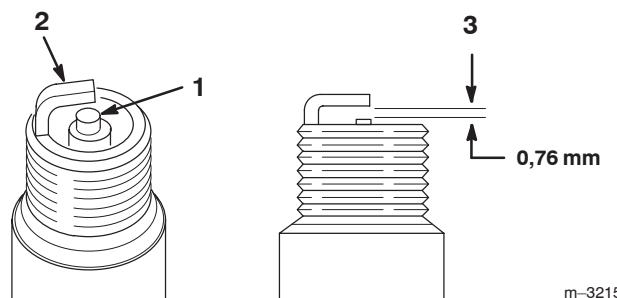

Bild 49
- Sehen Sie sich die Mitte der Zündkerze(n) an (Bild 49). Wenn der Kerzenstein hellbraun oder grau ist, ist der Motor richtig eingestellt. Eine schwarze Schicht am Kerzenstein weist normalerweise auf einen schmutzigen Luftfilter hin.
- Prüfen Sie den Abstand zwischen den mittleren und seitlichen Elektroden (Bild 49). Verbiegen Sie die seitliche Elektrode (Bild 49), wenn der Abstand nicht stimmt.